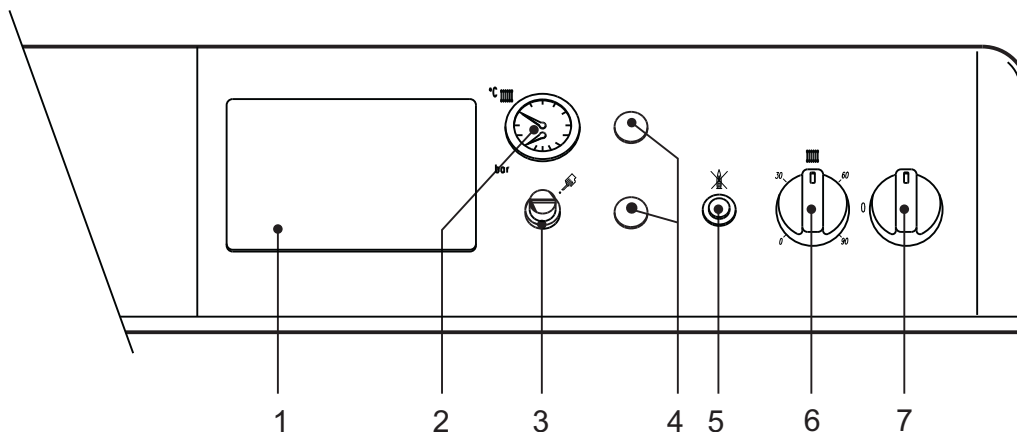

Fig.1
- Posicionar el interruptor "8" sobre la posición 1 (fig. 1).
- En caso de que se dote a la caldera de una centralita electrónica termostática, montada en la posición 1 de la fig. 1, el usuario deberá tener en cuenta también las instrucciones dadas por el fabricante de la misma.
Girando el mando 7 de la fig. 1 en sentido horario la temperatura del agua de calefacción aumenta, en sentido antihorario disminuye. La temperatura puede ser variada de un mínimo de 30° a un máximo de 90°. La temperatura puede regularse entre 30°C y 90°C. Aconsejamos, de todos modos, no hacer funcionar la caldera por debajo de 45°C.
Elegir por medio del termostato ambiente la temperatura deseada en el interior de los locales. Gobernada por el termostato de ambiente, la caldera se enciende y lleva el agua de la instalación a la temperatura elegida en el termostato de regulación de la caldera 7 de la fig. 1. Cuando se alcanza la temperatura deseada en el interior de los locales el generador se apaga.
La presión de llenado, con la instalación fría, leída sobre el hidrómetro de la caldera part. 2 de la fig. 1, debe ser de alrededor de 1,0 bar. Si durante el funcionamiento la presión de la instalación descendiese (a causa de la evaporación de los gases disueltos en el agua) a valores inferiores del mínimo antes descrito, el usuario deberá, sobre la llave de llenado, llevando la presión sobre la llave, de nuevo, al valor inicial. Al final de la operación cerrar siempre de nuevo la llave de llenado.